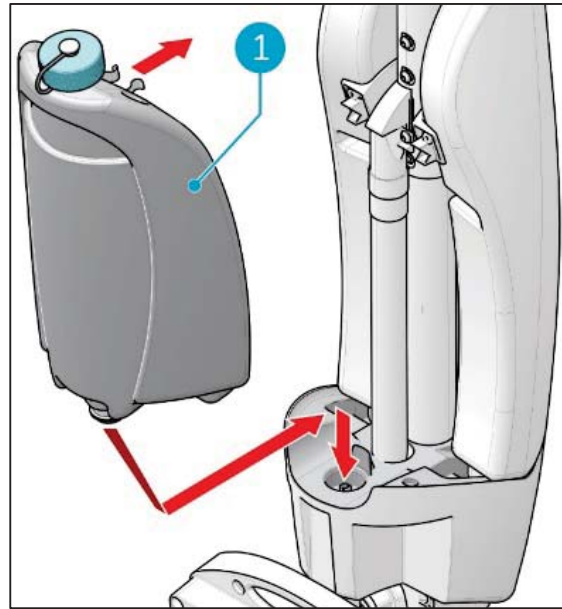

Figure 14
5. Placez le réservoir sur l'i-mop XXL Plus avec la valve en premier (Figure 14, pos 1).